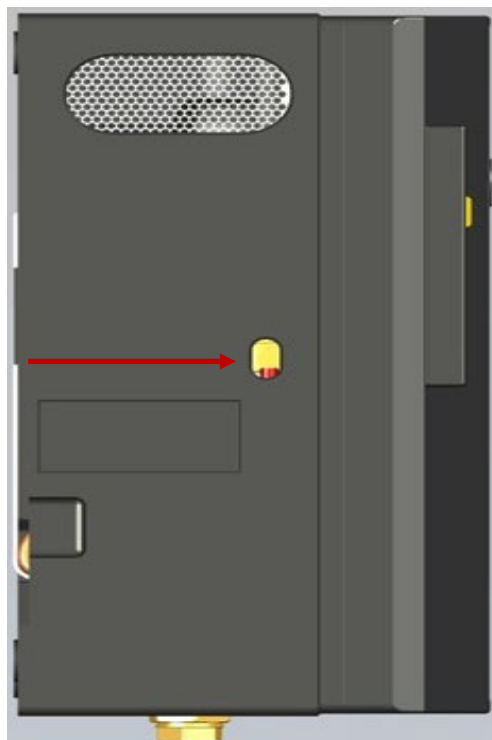

Abbildung 8: Entlüftungshahn der Pumpe
- ① Die Pumpe wird nun automatisch mit Trinkwasser befüllt.
- ▶ Die Pumpe läuft an und das Kontrollelement (Abbildung 8) zeigt "Trinkwasser" an. Falls nicht, Kontrollelement mittels des Wippschalters auf "Manuell" umschalten.
- ① Durch den Entstörknopf wird der Trockenlaufschutz überbrückt und die Pumpe läuft wieder an.
- ① Maximaler Druck wird aufgebaut und die Pumpe schaltet nach kurzer Nachlaufzeit (ca. 15 Sekunden) automatisch ab.
- ① Falls an diesem Punkt eine Störung auftritt, Störung gem. Kapitel 10 beseitigen.
- ▶ Kontrollelement (Abbildung 8) mittels Wippschalter auf *Automatik* schalten.